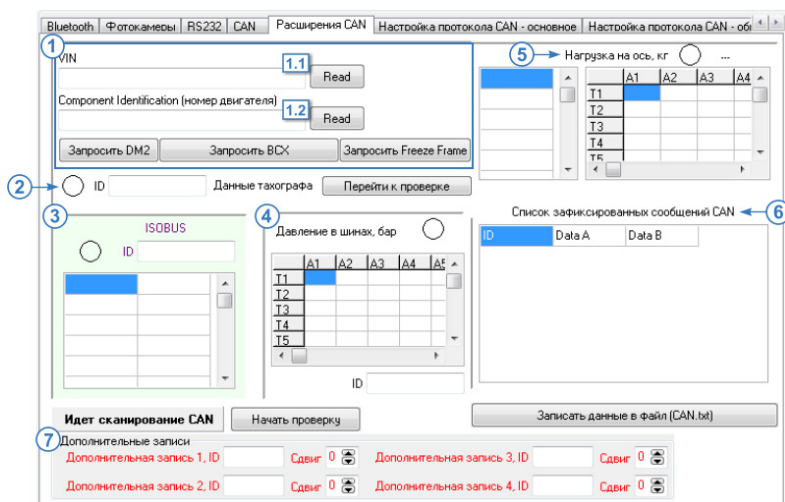

Рис.41. Вкладка «Расширения CAN».
- Для запроса VIN кода транспортного средства необходимо нажать кнопку «Read» рядом с полем «VIN». Полученный код запишется в поле «VIN» (Рис.41, п.1.1).
- Для запроса номера двигателя транспортного средства необходимо нажать кнопку «Read» рядом с полем «Component Identification» (Рис.41, п.1.2). Полученный номер появится в этом поле.